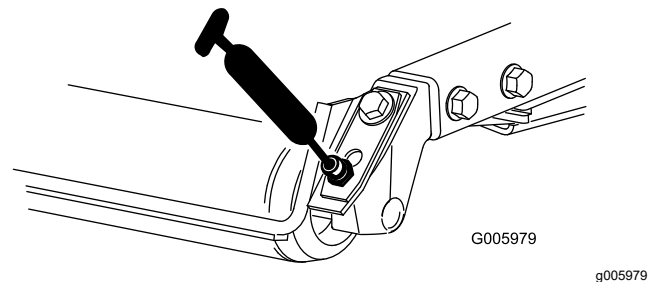

Figura 55
- Cojinetes de los rodillos traseros (2 por unidad de corte) tal y como se muestra en la Figura 55